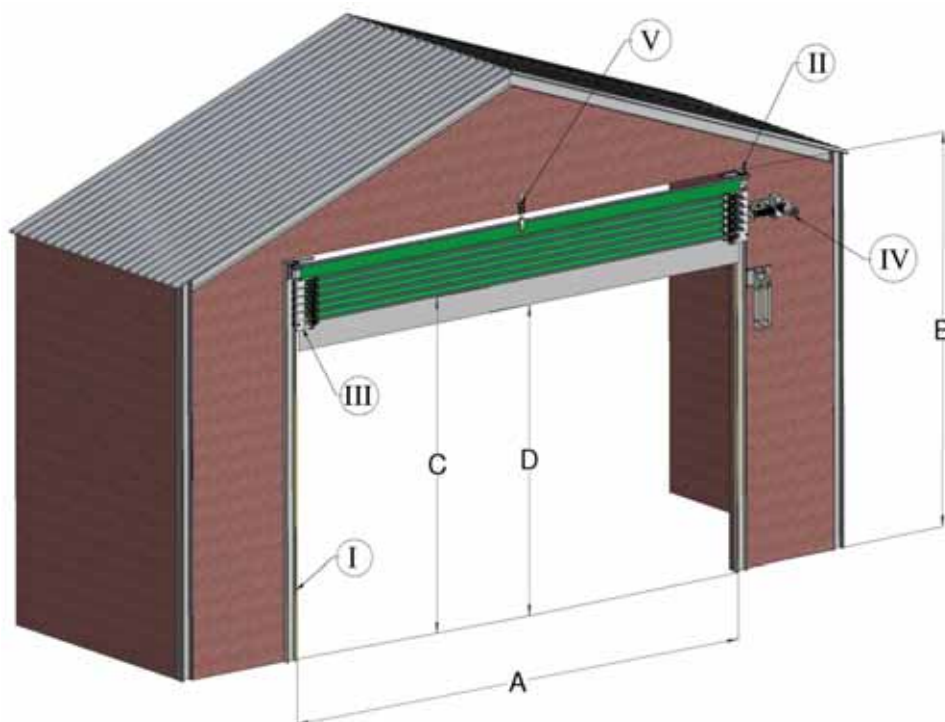

Abbildung 1a
1. Die Systeme werden so hergestellt, dass sie in die Öffnung passen. Teilen Sie bei der Bestellung daher die Breite A und die Höhe B mit. Tabelle 1 zeigt die Zufahrtshöhen. Der Elektroantrieb kann an beiden Seiten angebracht werden. Bitte geben Sie die gewünschte Seite bei der Bestellung an. Falls kein bestimmter Wunsch mitgeteilt wird, wird ein rechtsseitiger Antrieb (wie in diesen Anweisungen gezeigt) geliefert. Abbildung 1a zeigt einen Überblick über das Produkt.